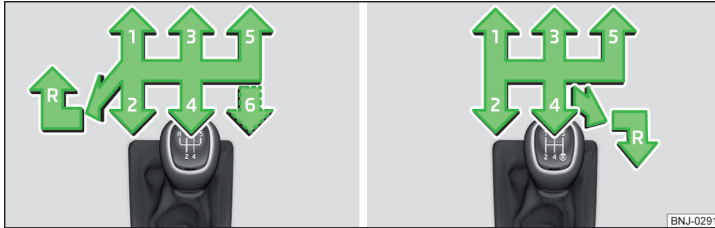

Abb. 119 Schaltschema: Variante 1 (5-Gang- / 6-Gang-Getriebe) / Variante 2 (5-Gang-Getriebe mit dem 1,0 l MPI Motor)
Auf dem Schalthebel ist das Schaltschema für die einzelnen Gangstellungen dargestellt » Abb. 119.
- › Den Schalthebel nach unten drücken, völlig nach links und dann nach vorn in **R**-Stellung stellen » Abb. 119.